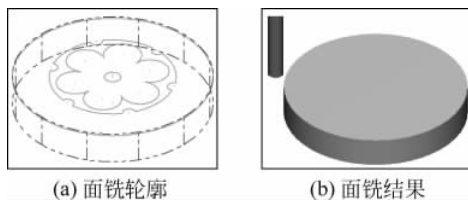

图 5-20 面铣加工
对如图 5-20(a)所示的轮廓进行面铣加工，结果如图 5-20(b)所示。
(1) 建立模型如图 5-20(a)所示。